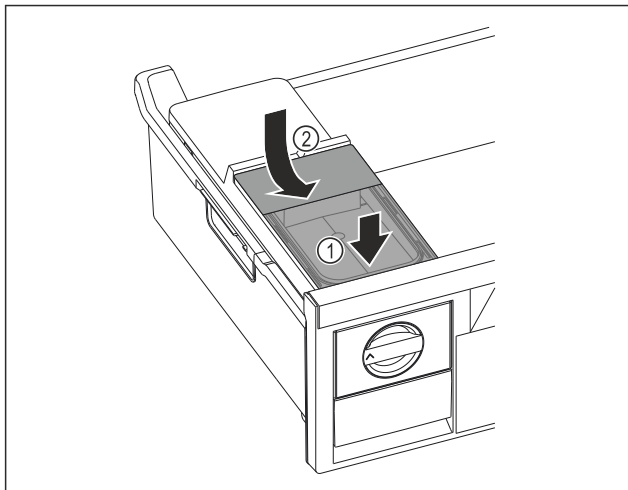

Fig. 165
- Postavite spremnik za vodu sprijeda. Fig. 165 (1)
- Spustite spremnik za vodu straga. Fig. 165 (2)